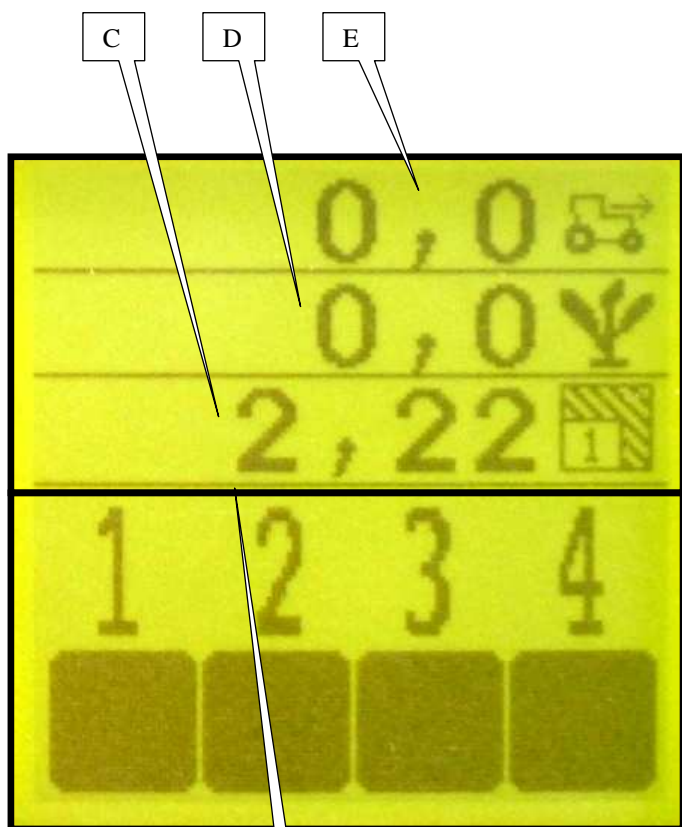

Fig. 1
Le soglie d'allarme possono essere programmate in numero di piedi piuttosto che in percentuale della densità dei semi. Per effettuare questa operazione, selezionare il simbolo G (Fig. 1) e confermare.
Après la mise sous tension de la console, l'écran principal (Fig. 1) qui correspond au mode utilisation apparaît. Cet écran est divisé en deux parties, la partie supérieure A et la partie inférieure B.
- C : compteur de surface partiel (Fig. 1)
- D : population moyenne (Fig. 1)
- E : vitesse d'avancement (Fig. 1)
After the console has been switched on, the main, use mode, screen (Fig. 1) will appear.